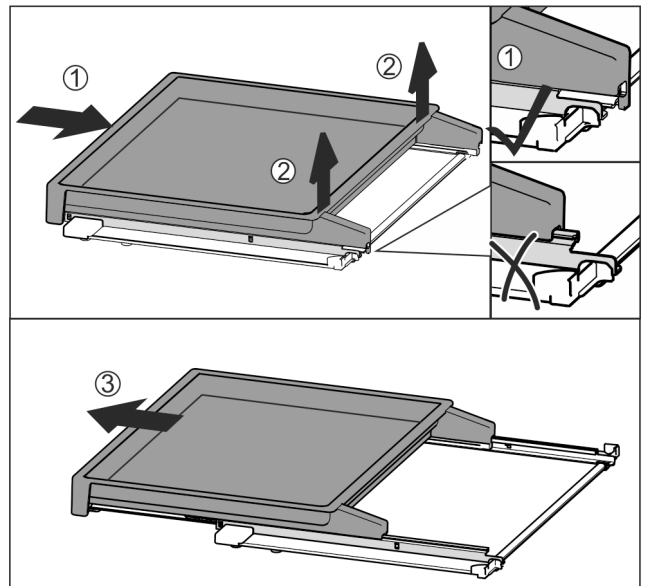

Fig. 40
- ▶ Auszugsbord vollständig einschieben Fig. 40 (1).
- ▶ Verrastung an hinterer Seite lösen Fig. 40 (2).
- ▶ Auszugsbord nach vorne herausnehmen Fig. 40 (3).